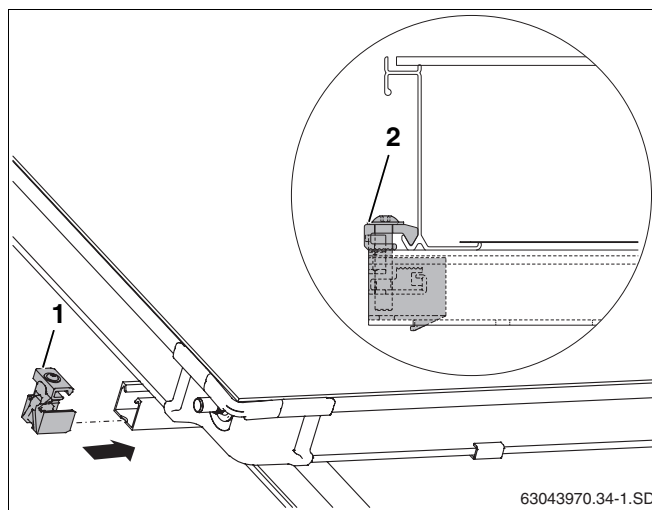

Fig. 52 Capteur unilatéral à gauche
- Glisser les tendeurs unilatéraux (fig. 52, **pos. 1**) dans les rails inférieur et supérieur.
- Glisser les tendeurs jusqu'au cadre du capteur et visser avec la clé plate SW5 (fig. 52, **pos. 2**).
Le serre-flanc (fig. 52, **pos. 2**) du tendeur s'insère maintenant dans le bord inférieur du capteur.